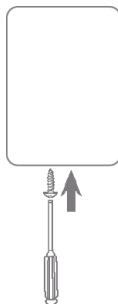

Figure 4
5. Remettez la vis du couvercle en place (voir Figure 4).